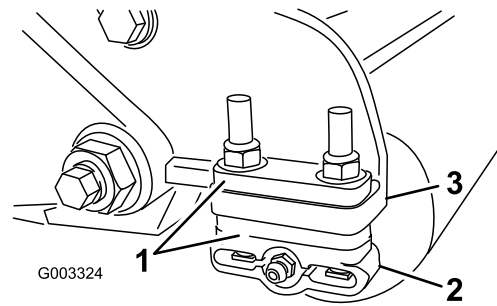

Figure 14
- Réglez les supports du rouleau arrière (Figure 14) à la plage de hauteur de coupe voulue en positionnant le nombre correct d'entretoises sous le rebord de la plaque latérale (Figure 14) en vous reportant au tableau des hauteurs de coupe.